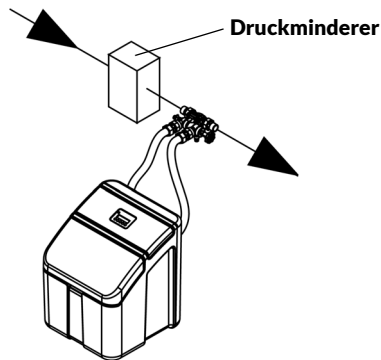

Abb. 2: Druckminderer vor der Wasserenthärtungsanlage
**Bei einem Wasserdruck über 7 bar muss ein Druckminderer vor der Wasserenthärtungsanlage installiert werden (siehe Abb. 2). Liegt der Betriebsdruck über 7 bar, kann es zu Betriebsstörungen kommen.**